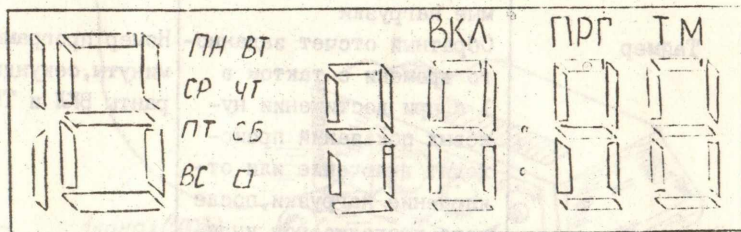

Рис.2
5.7. На рис. 2 показан внешний вид индикаторного табло, на котором отображаются текущее время или информация, которую Вы набираете на клавиатуре в режиме программирования.